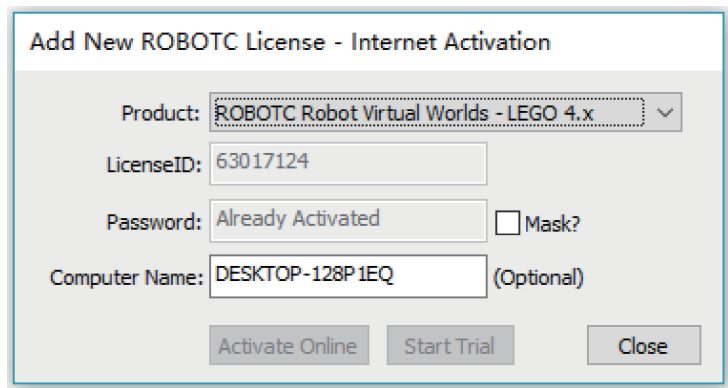

图 1-63
(3) 选择乐高虚拟世界之后，在下面两行输入许可证账号与密码，然后单击 Activate Online 按钮进行激活。如果没有购买许可证，那么可以先单击 Start Trial 按钮试用 10 天，如图 1-63 所示。